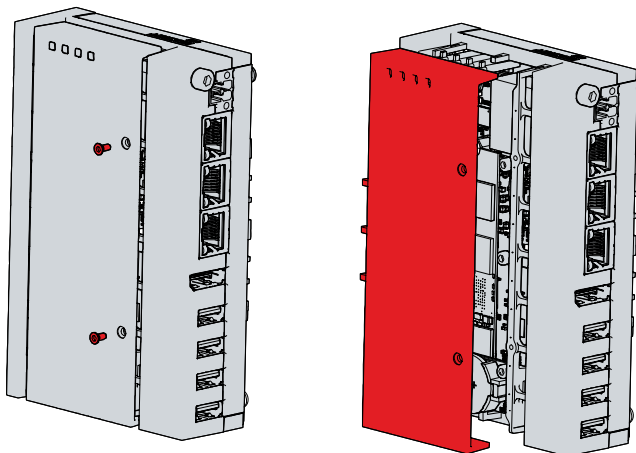

Abb. 23: Zugang Batterie und Speichermedien
Sie haben nun Zugriff auf Batterie (1) und Speichermedium (2) (siehe Abb. 23).